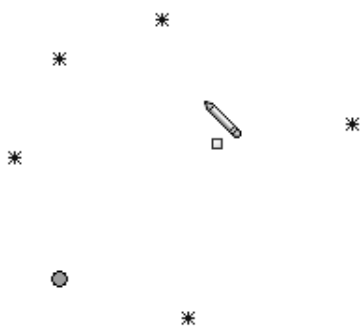

图 2-8 绘制多个点
2) 在图形区单击, 确认绘制点的位置, 此时“点”命令继续处于激活状态, 可以继续绘制点。图 2-8 所示为使用“点”命令绘制的多个点。